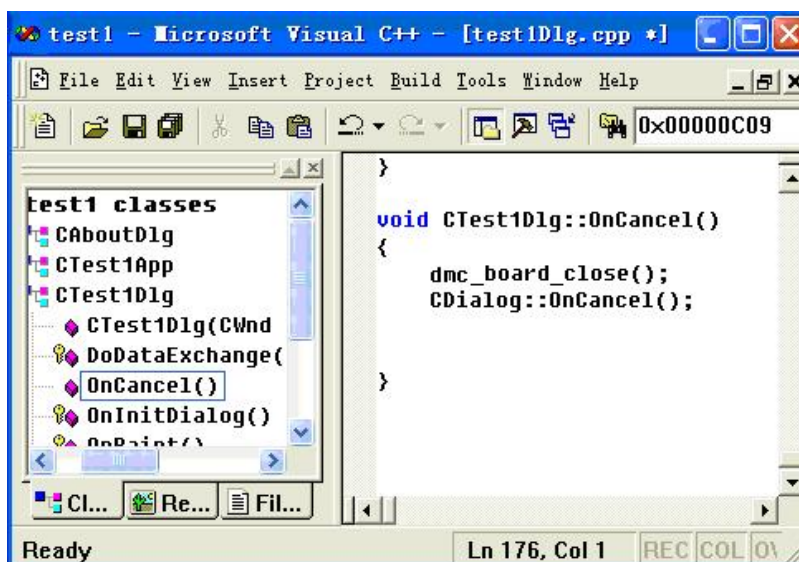

图 5.10 程序增加 OnCancel 函数
12) 如图 5.10 所示, 在 Ctest1Dlg 中添加一个成员函数 OnCancel, 在 OnCancel 函数中添加代码如下: